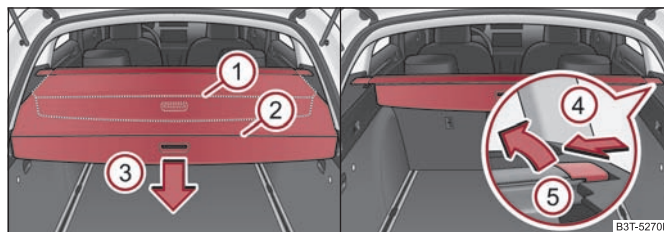

Fig. 84 Portbagajul: Masca rulantă a portbagajului / Demontarea măștii rulante a portbagajului
- Trageți masca rulantă din portbagaj până la limită în poziția asigurată ② ⇒ fig. 84.
- Apăsați masca în zona elementelor de prindere în sensul săgeții ③ ⇒ fig. 84, masca se rulează automat în poziția ①. La o nouă apăsare, masca portbagajului se rulează complet.
- Pentru transportarea bagajelor voluminoase, masca portbagajului rulată complet se poate demonta, apăsând bara transversală dintr-o parte, în direcția săgeții ④ ⇒ fig. 84 și trăgând masca în sensul indicat de săgeata ⑤. ▶
- Deschideți capacul portbagajului. Masca rulată a portbagajului se rulează automat în poziția ① ⇒ pagina 90, fig. 84.
- Apăsând masca în zona elementelor de prindere, în sensul săgeții ③, masca se va rula complet.